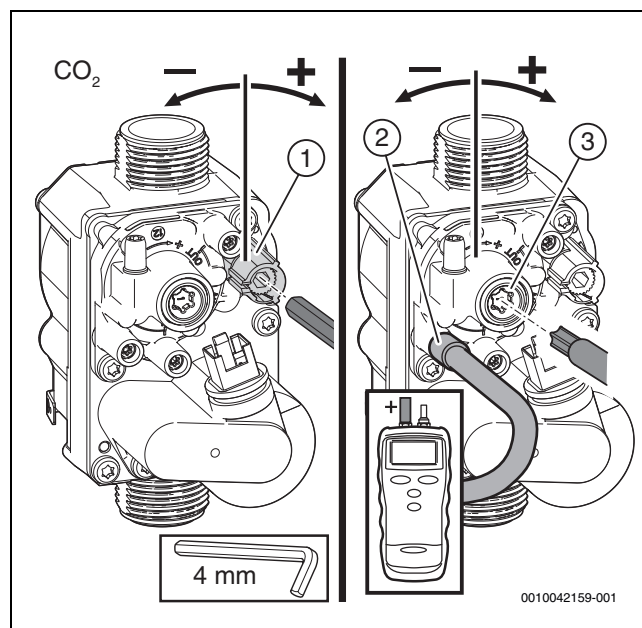

Bild 52 Einstellen der Gasarmatur
- Plombe an der Einstellschraube der Gasarmatur entfernen (nur Gasarmatur unten in Bild 52) und CO₂- oder O₂-Gehalt für minimale Nennwärmeleistung einstellen.